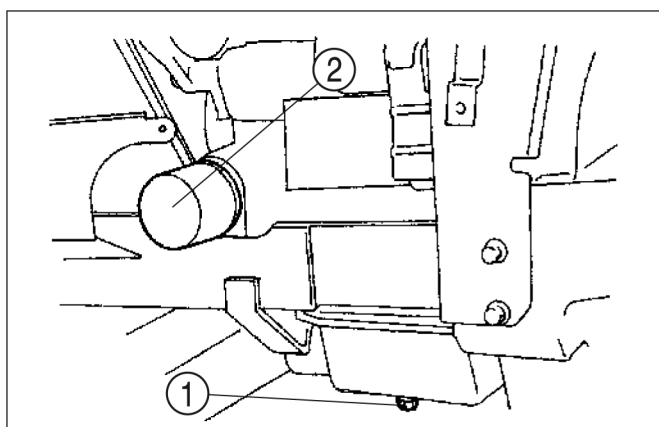

FIG. 59
**Abb. 59:** Motorölwechsel – Den Motor laufen lassen, um das Öl zu erwärmen. Den Motor stoppen. Den Ablassstopfen (1) aus dem Motor herausschrauben und das Motoröl vollständig ablaufen lassen. Die Ablassschraube wieder hineindreihen und Motoröl bis zur Höchststandmarkierung des Messstabs auffüllen.